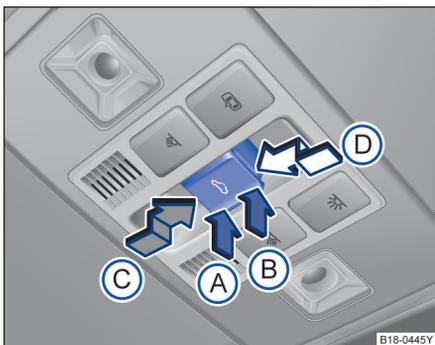

图 55 顶篷上的天窗控制按钮
↔ 按钮 ⇒ 图 55。1 挡位置：可完全打开天窗，或部分翻开天窗，打开或关闭天窗。
功能	操作方法 ⇒ 图 55
- 触发防夹功能后 5 秒钟内按压  按钮 \Rightarrow 图 55，沿箭头  方向将按钮保持在 2 挡位置，直至天窗完全关闭。